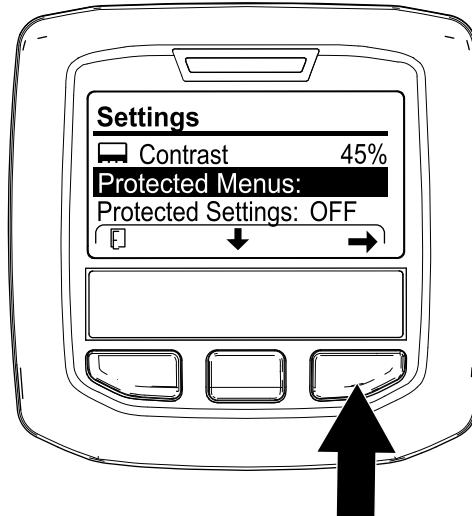

Рисунок 123
4. Нажмите среднюю кнопку инфо-центра до тех пор, пока не будет выбрана опция PROTECTED MENUS (ЗАЩИЩЕННЫЕ МЕНЮ) (Рисунок 123), нажмите правую кнопку и введите свой 4-значный ПИН-код (например, 1 2 3 4).